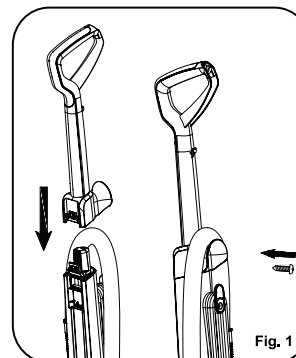

Fig. 1
3. Oriente el mango ergonómico como se muestra y empuje para encajar el mango en el la parte baja de la manija. Un clic se escuchará cuando se conecte correctamente. Asegure la posición del mango mediante el ajuste del tornillo suministrado (fig 1).